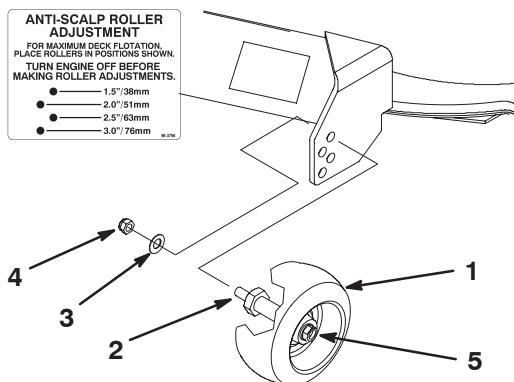

Figure 12
2. Lorsque la hauteur de coupe est réglée, enlevez l'écrou et la rondelle tout en maintenant le goujon avec une clé (Fig. 12).
Remarque : N'enlevez pas l'écrou et la rondelle de la roue (Fig. 12).
- Choisissez le trou pour que la roue de jauge se trouve le plus près possible de la hauteur de coupe correspondante voulue (Fig. 12).
- Remettez l'écrou et la rondelle sur le goujon (Fig. 12).